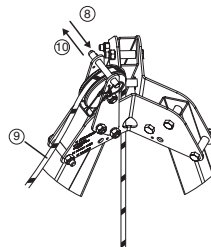

Fig. 10
8. Retirar el husillo de bola que se encuentra encima de la polea de desvío en la parte superior del trípode tracpode (Fig. 10, 8).
9. Pasar la driza del aparato Derope™ alrededor de la polea de desvío (Fig. 10, 9).
10. Volver a colocar el husillo de bola para impedir que la driza se salga de la polea de desvío (Fig. 10, 10).